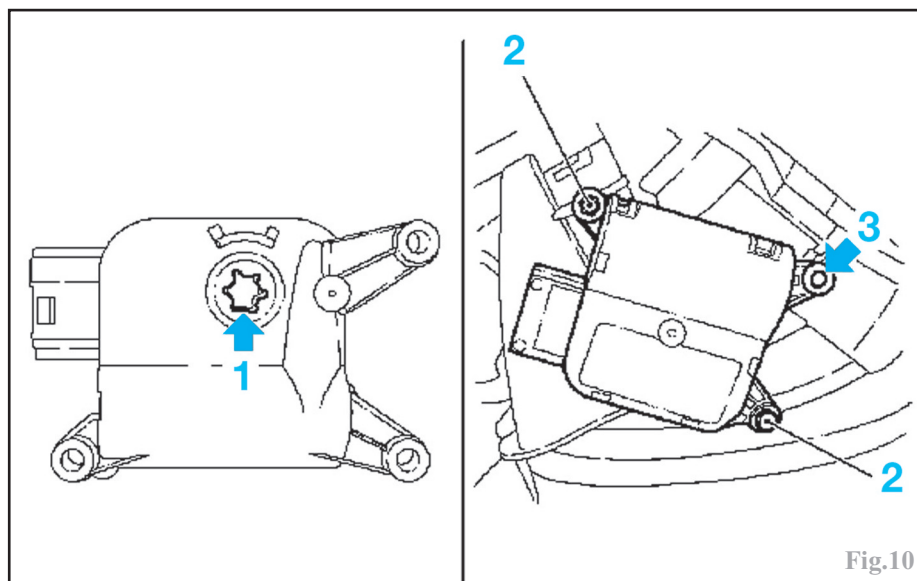

Fig.10
À la repose, positionner l'axe (1) du moteur dans la position de la Fig.10 et centrer le moteur avec la patte (3) avant de serrer les vis de fixation (2).